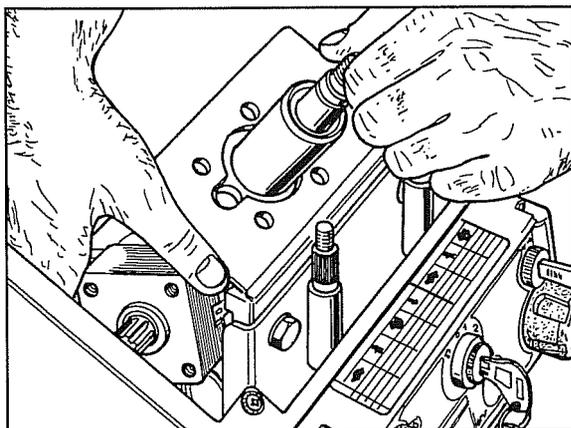

Fig. 62
3. Pousser les canalisations sous le groupe hydraulique, puis sortir ce dernier par le côté comme illustré dans la fig. 62.